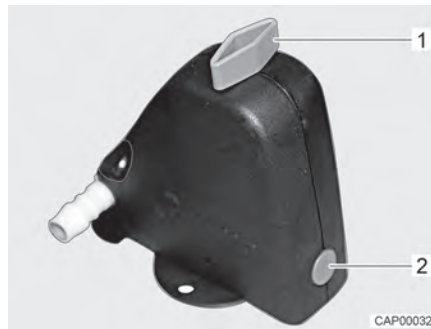
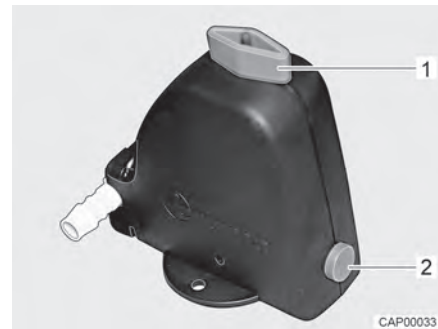

Bild 145 Sicherheits-/Ablassventil geschlossen
Bild 146 Sicherheits-/Ablassventil geöffnet
- Sicherheits-/Ablassventil (Bild 145) öffnen. Dazu Drehknopf (Bild 145,1) längs zum Sicherheits-/Ablassventil drehen. Der Druckknopf (Bild 145,2) springt heraus. Das geöffnete Sicherheits-/Ablassventil ist in Bild 146 dargestellt.